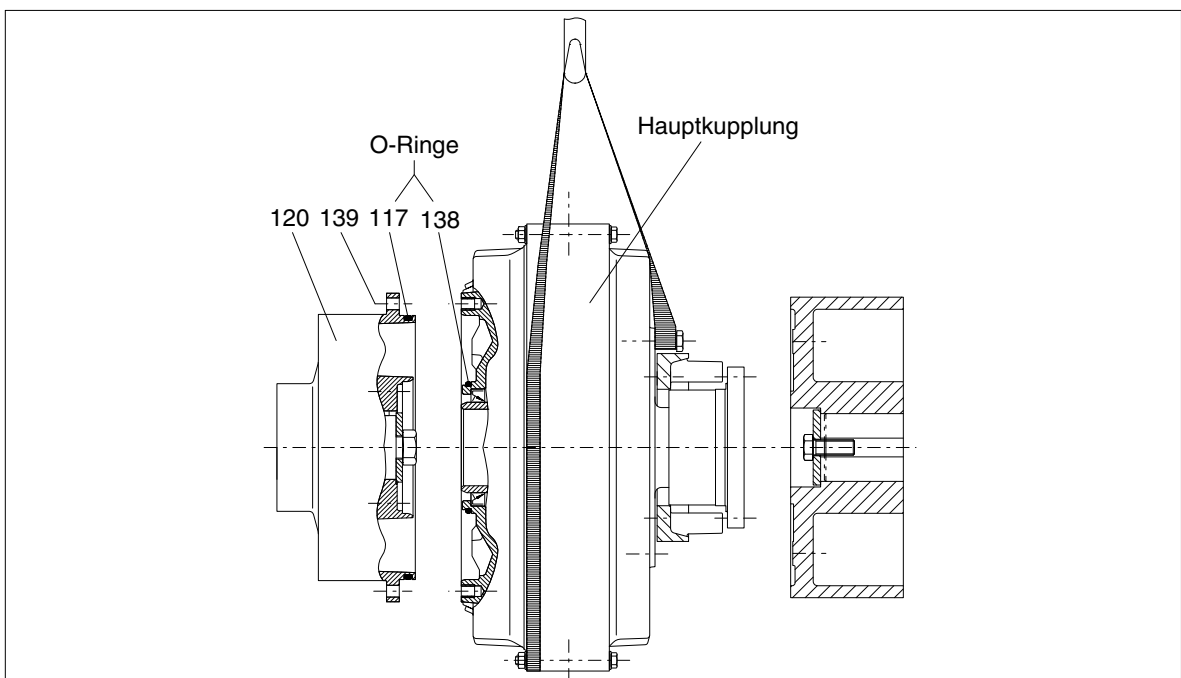

Bild 12: Ausbau der FLUDEX-Kupplung -b
Der so gewonnene axiale Freiraum reicht aus, um nach Lösen der Schrauben (139) die Hauptkupplung axial vom Nabenträgerteil (120) zu trennen und radial auszubauen. Dabei ist zu beachten, dass die O-Ringe (117, 138) frei liegen (siehe Bild 12).